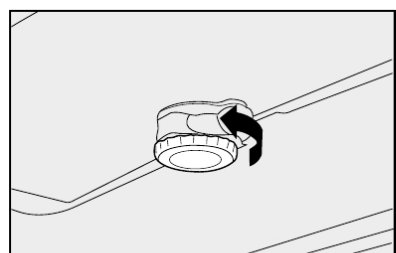
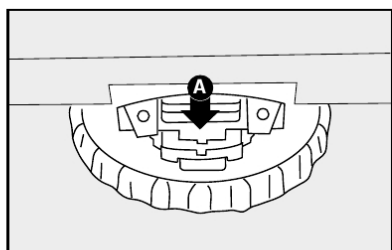

fig. 75
fig. 76
Girar a manivela **fig. 75** no sentido indicado, para permitir a abertura do teto solar na posição desejada.
- desprender a trava de cor vermelha **A-fig. 76**, exercendo uma ligeira pressão na mesma, conforme indicado (esta operação deverá ser executada utilizando a extremidade da chave de fenda existente na bolsa de ferramentas, localizada debaixo do banco do passageiro);
Para recolocar o vidro do teto solar, inverter a ordem dos procedimentos de retirada encaixando o vidro novamente em suas sedes dianteiras e na trava **fig. 76**. Pressionar ligeiramente a parte traseira do vidro até ouvir o barulho metálico de travamento; logo após, girar 2 vezes a manivela **fig. 75** (em sentido contrário ao de abertura do vidro).